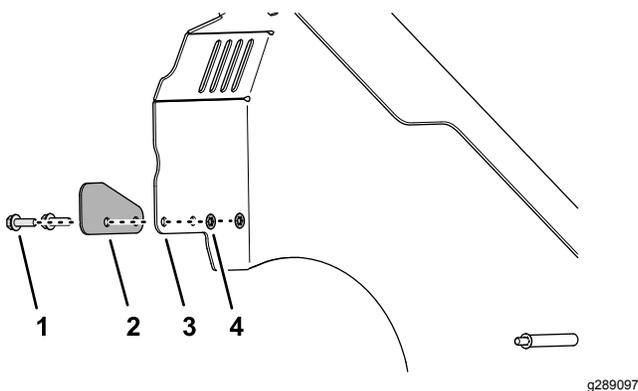

Bild 7
1. Richten Sie die Löcher der Schutzplatte auf die Löcher im Riemenschutz aus, wie in Bild 7 dargestellt.
2. Bauen Sie die Platte mit 2 Bundkopfschrauben (5/16" x 1") und 2 Sicherungsringen ein (Bild 7).